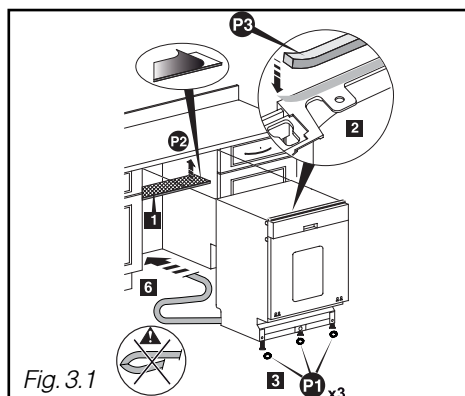

Fig. 3.1
- Collez l'anti-buée **P2** (Fig. 3.1)
- Collez la mousse d'encastrement **P6** (Fig. 3.1)
- Clippez les trois coupelles **P1** sous les patins pour faciliter le glissement du lave-vaisselle (Fig. 3.1).